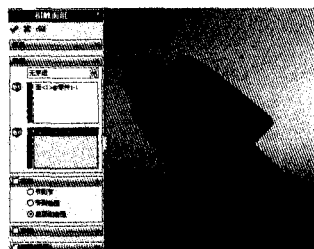

图 7
(2) 取轴承内圈的一半与钢球装配，定义接触面组，类型选择无穿透，两个接触面分别选择分割后的球面和滚道面（见图7），高级选项选择曲面到曲面。